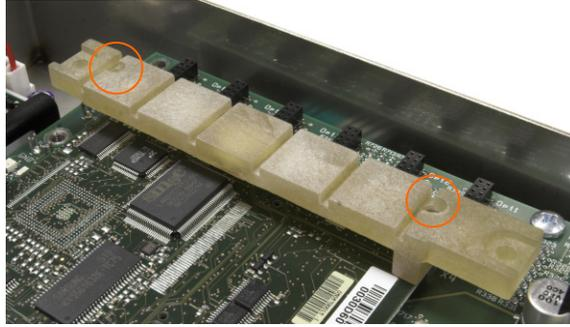

Figure 4-55 : Emplacements des vis du guide inférieur de la carte
- a. Pour un terminal installé sur panneau, placez les vis dans les trous centraux et dans les quatre supports hexagonaux des trous à l'extérieur (voir la Figure 4-55).
1. Enlevez les deux vis fixant le guide inférieur de la carte et la carte ETX à la carte principale (Figure 4-52). Les emplacements de ces vis sont indiqués sur la Figure 4-55.